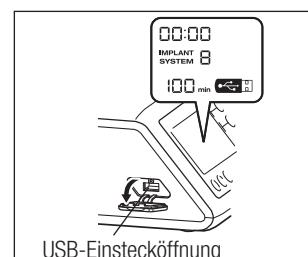

Abb.13
- 2) Stecken Sie den USB-Speicher(Nicht inbegriffen) vollständig in die Einstektköpfung. Das USB-Zeichen erscheint auf dem LCD-DISPLAY, wenn der USB-Speicher vom Gerät erkannt wird. (Abb.13)